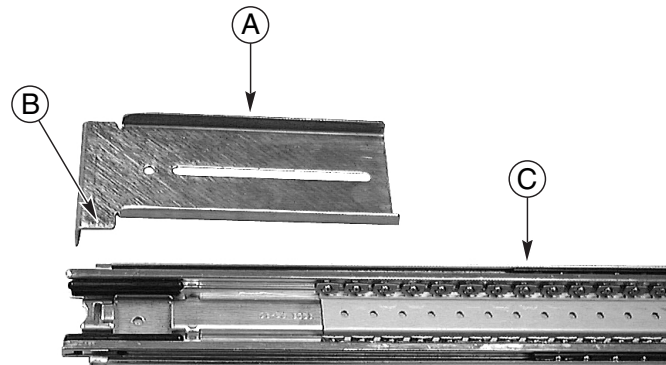

Figura 4 Orientamento della staffa FL/RR
La Figura 4 mostra come è orientata la staffa FL/RR e come si estrae il gruppo dei binari a scorrimento.
3. Mettere una delle staffe etichettate FL/RR nella parte esterna del componente esterno. La linguetta inferiore della staffa deve essere orientata correttamente. L'elemento B in Figura 4 mostra l'orientamento corretto della staffa.